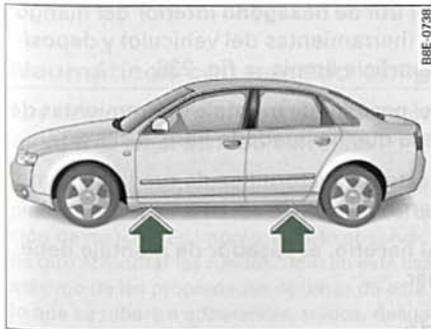

Fig. 234 Cambio de rueda: Puntos de apoyo del gato
- Busque en el larguero inferior el **punto de alojamiento** más cercano a la rueda pinchada ⇒ fig. 234 -flechas-.
En el larguero inferior van marcados los lugares en los que se puede apoyar el gato ⇒ fig. 234 -flechas-. Se ha previsto un lugar para cada rueda. El gato no debe colocarse en otros lugares.